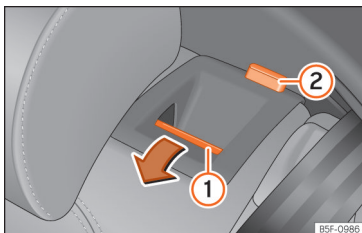

Fig. 93 Seient del darrere: abatere el respall.
- Premeu la tecla de desbloqueig »» **fig. 93 ①** cap endavant i, alhora, abateu el respall. El respall del darrere està desbloquejat quan es veu una marca vermella a la tecla **②**.